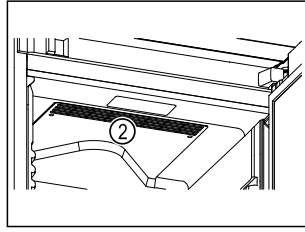

Fig. 63
- Păstrați libere fantele de ventilație Fig. 63 (2) ale suflantei de recirculare a aerului din interior.